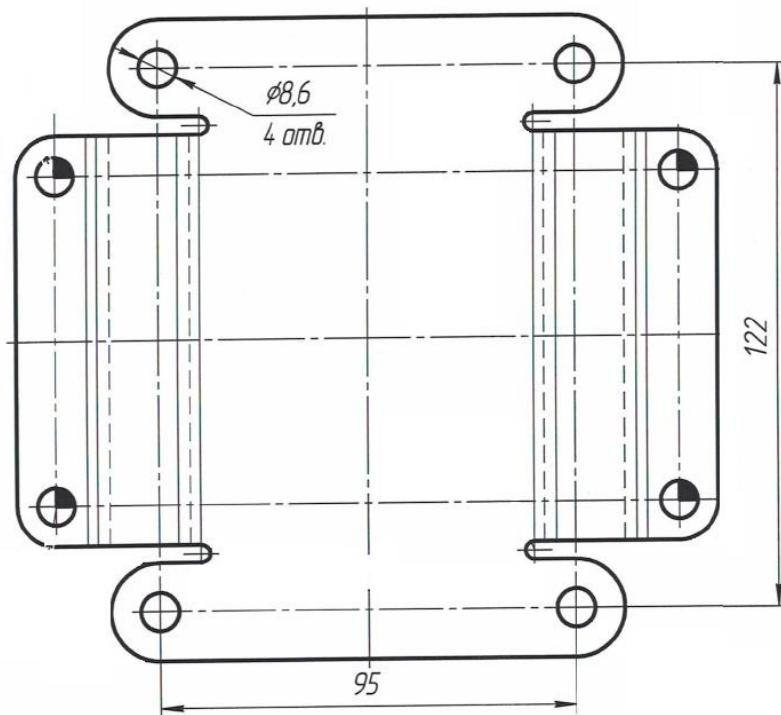

Рис. 8. Крепёжная площадка МПП «Гарант-Т1».
- 6.3. Закрепить крепёжные площадки модуля в соответствии с определенными местами крепления и разметкой отверстий (рис. 8).